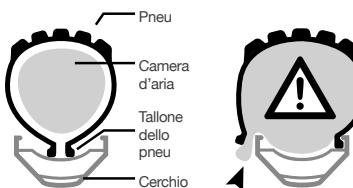

Figura 26. Tallone dello pneumatico e base del cerchio
- Rimuovere l'aria dalla camera d'aria e spostare il tallone dello pneumatico al centro e alla base del cerchio. (Vedere Figura 26)